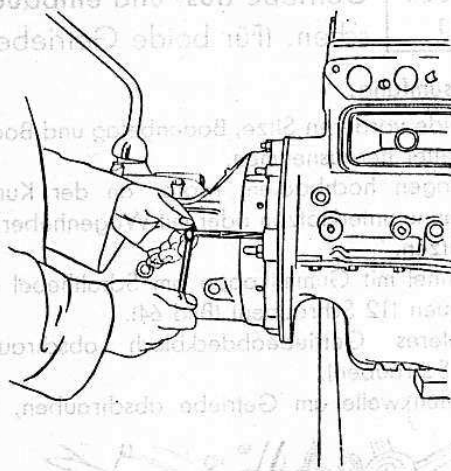

Bild 68
4. Beide Bohrungen für Paßstifte im Motor- und Getriebeflansch müssen genau übereinstimmen, gegebenenfalls mit Reibahle aufreiben (Bild 68).